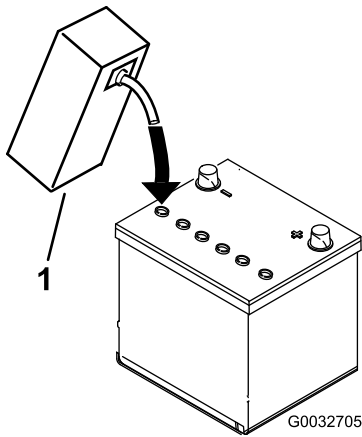

Figura 7
de aproximadamente 6 mm (1/4") de fluido (Figura 7).
- Espera aproximadamente 20–30 minutos para que el electrolito penetre en las placas. Llene si es necesario para que el electrolito llegue a una distancia de aproximadamente 6 mm (1/4") del fondo del hueco de llenado (Figura 7).